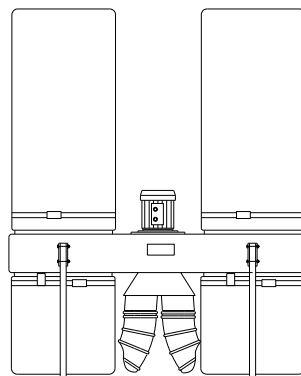

Рис. 3
- III. УВП-3000С - Ф3; И1- на стойках, рис.3.